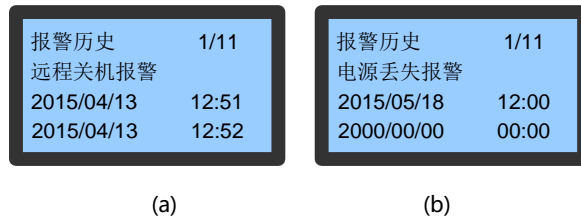

图6-10 报警历史
报警历史用于查询设备的报警历史记录，内容包括：报警历史记录（XX/YY）、报警类型、时间（报警发生和结束时间），如图 6-10(a)所示。其中，XX 为当前显示的是第几个报警历史记录；YY 指当前发生的报警历史记录总数。
- 1.如果报警未消除，报警结束时间显示默认值，如图 6-10(b)所示。